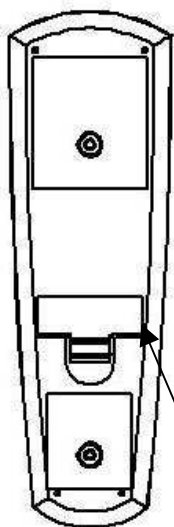

FIGURE 1
Une télécommande à radiofréquence est fournie avec le foyer Electraflame. Cette commande a une portée d'environ 15,25 m. Il n'est pas nécessaire de la pointer vers le foyer, et elle peut franchir la plupart des obstacles (y compris les murs). La commande est dotée d'une des 2187 fréquences indépendantes pour empêcher l'interférence avec les autres appareils. La désignation de la fréquence est indiquée à l'arrière du transmetteur (FIGURE 1).
6. Appuyer sur le bouton MARCHE du transmetteur de la télécommande (FIGURE 1). Ainsi, le transmetteur et le récepteur de la télécommande seront synchronisés.